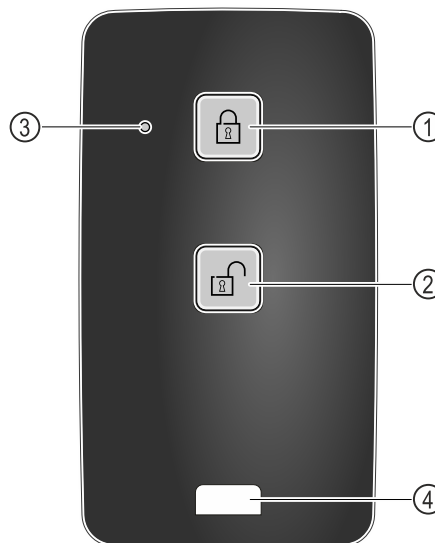

Fig. 212
- (1) Låse låsen
- (2) Låse opp låsen
- (3) Statuslysdioden
- (4) Festering
- Trykk på knappen Fig. 212 (1) på fjernkontrollen.
- Trykk på knappen Fig. 212 (2) på fjernkontrollen.
- Statuslysdioden Fig. 212 (3) gir en visuell tilbakemelding når en knapp trykkes.
- Ring Fig. 212 (4) for feste av fjernkontrollen, for eksempel på en nøkkelring.